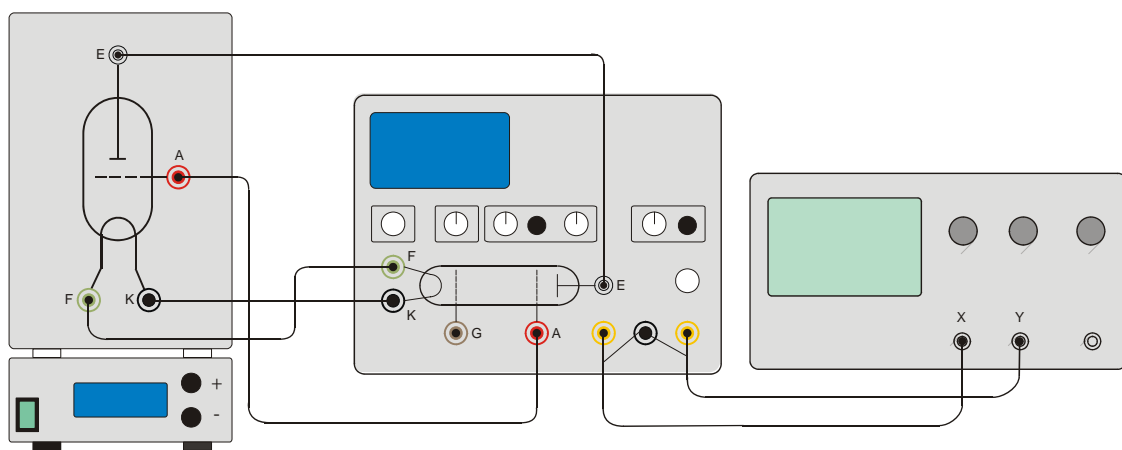

Fig. 2 Montage expérimental du tube de Franck et Hertz au Hg
- Branchez un voltmètre numérique à la sortie du signal (U_x) et de la prise de terre commune (voir fig. 2).